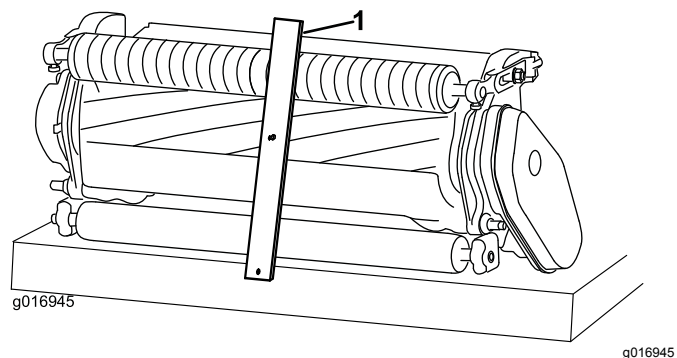

图15
2. 将剪草高度调刀尺的螺丝头钩在底刀刀刃的右侧并将调刀尺的后端放到滚筒后部上 图15。